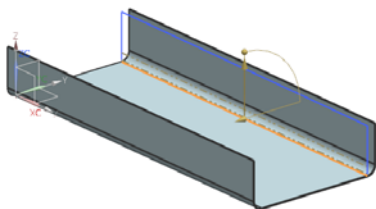

图 3-102 选择弯边
(5) 在对话框中, 设置“宽度选项”为“完整”, “长度”为28, “角度”为90, 参考长度为“外部”, “内嵌”为“折弯外侧”, “折弯半径”为5, 在“止裂口”列表框中的“折弯止裂口”下拉列表框中选择“无”。
(6) 选择弯边, 同时在视图区预览显示所创建的弯边, 如图 3-102 所示。